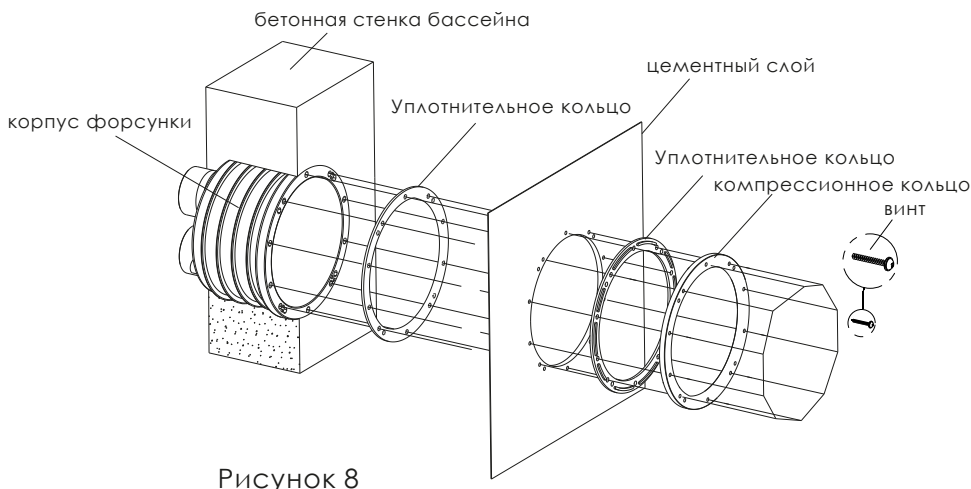

Рисунок 8
a) При монтаже лицевой части противотока поверхность стены должна быть подготовлена и выровнена с помощью выравнивающей цементной смеси (рис. 8).
c) С помощью 10 винтов М6Х30 закрепите резиновое кольцо в монтажном кольце. (Рисунок 8)